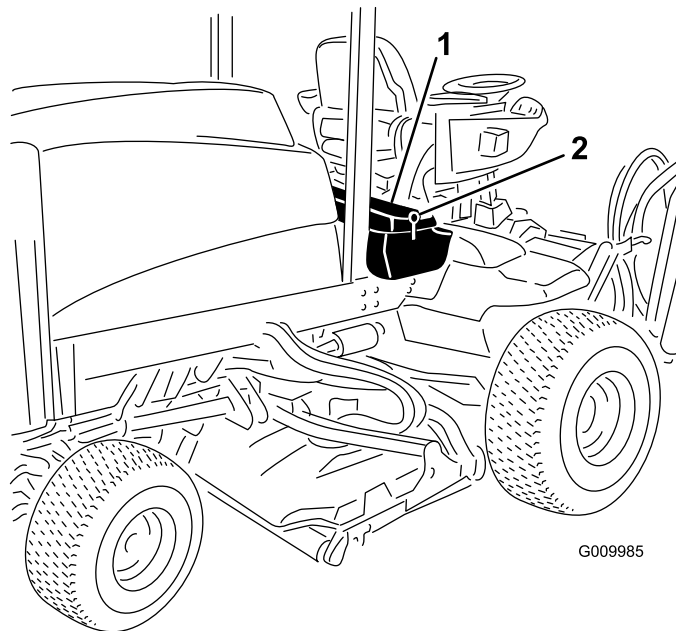

Figura 91
1. Desbloquee e eleve o painel da consola do operador (Figura 91).